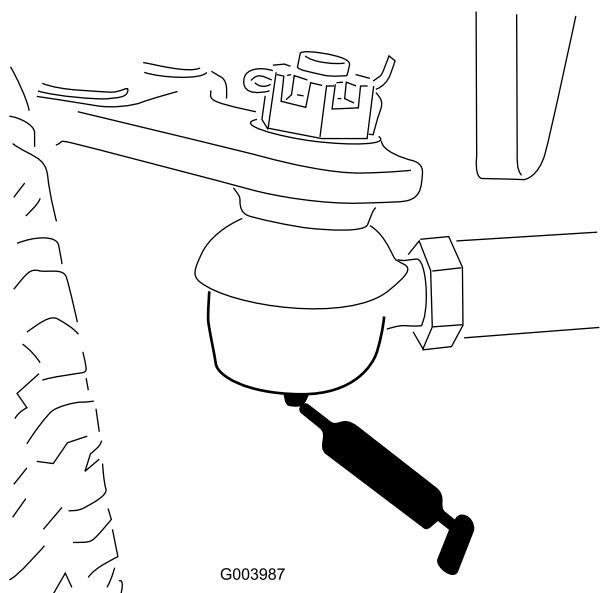

Figura 50
- Tirante del eje trasero (2)—Figura 50